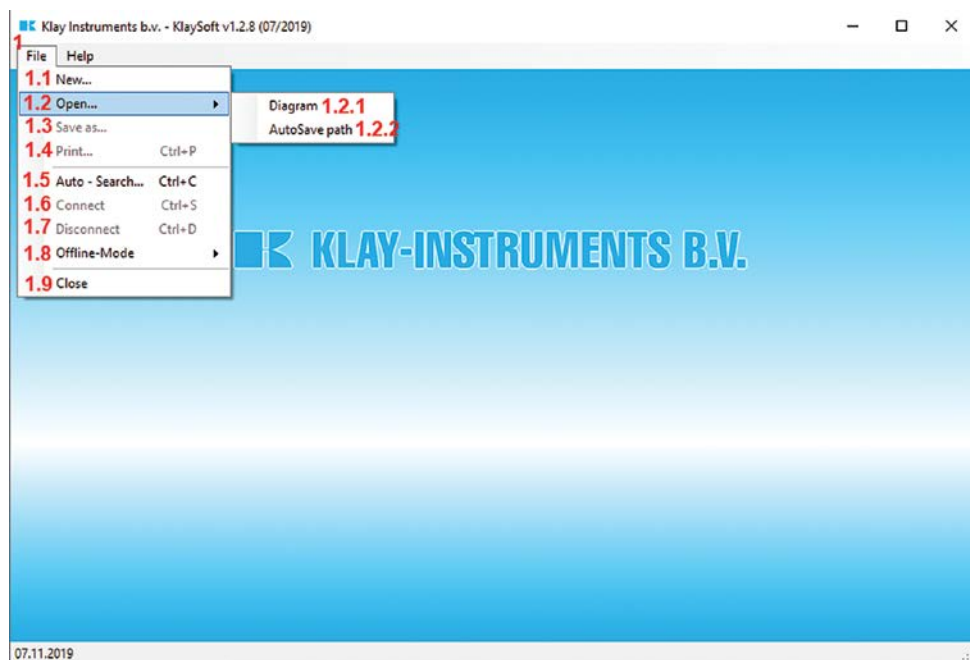

Рисунок 2 - экран запуска программы KlaySoft
5) В программе KlaySoft нажмите «File» (1) (см. рис. 2). В выпадающем меню